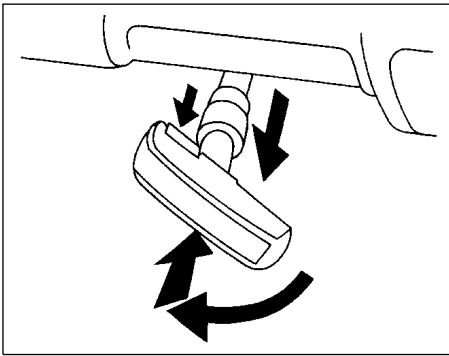

图 1-19 驻车制动手柄的操作
(5) 驻车制动手柄的操作，如图 1-19 所示。离开车时，一定要拉紧驻车制动。拉驻车制动手柄时，最好先踩住制动踏板不放，然后拉出驻车制动杆。拉出驻车制动杆后，按下“锁定开关”，旋转手柄，推驻车制动杆回位，解除驻车制动。